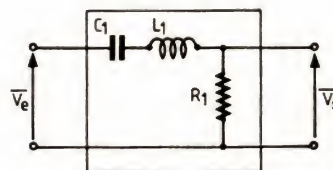

FIGURE 2
Pour concrétiser tout cela, nous allons prendre un exemple pratique simple : soit à réaliser une table de calcul numérique indiquant les carrés et les cubes de nombres entiers compris entre deux limites fournies par l'utilisateur ; limites qui doivent être entières et dans un ordre croissant afin de simplifier au maximum notre exemple. Ceci constitue donc le cahier des charges de notre programme pour lequel on peut établir l'organigramme visible figure 2.
**A** – Le quadripole  $Q$  est constitué comme l'indique la figure 2.